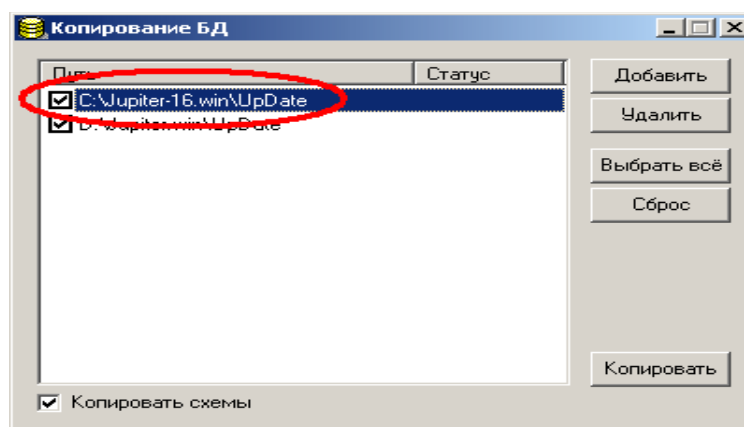

Рисунок 7.4. Настройка копирования файлов в Редакторе БД (версия Access)
2. В АРМ БД произведите настройку копирования файлов в каталог UPDATE АРМ ДПУ (рисунок 7.4).